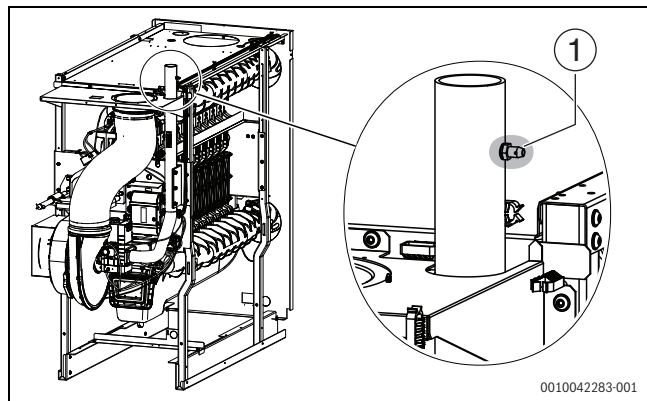

Fig. 34 Purgar a conduta de gás (representada: versão independente do ar ambiente)
- ▶ Soltar o parafuso de fecho do bocal roscado de verificação (→ fig. 34, [1], página 32) para a pressão da ligação de gás e para a purga, com 2 rotações.